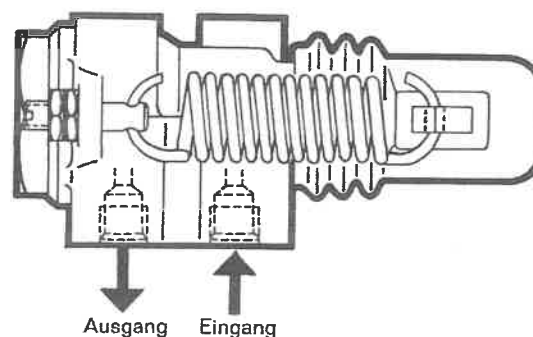

Fig. 6
**Lastabhängiger Bremskraftverteiler BVL Fig. 6**